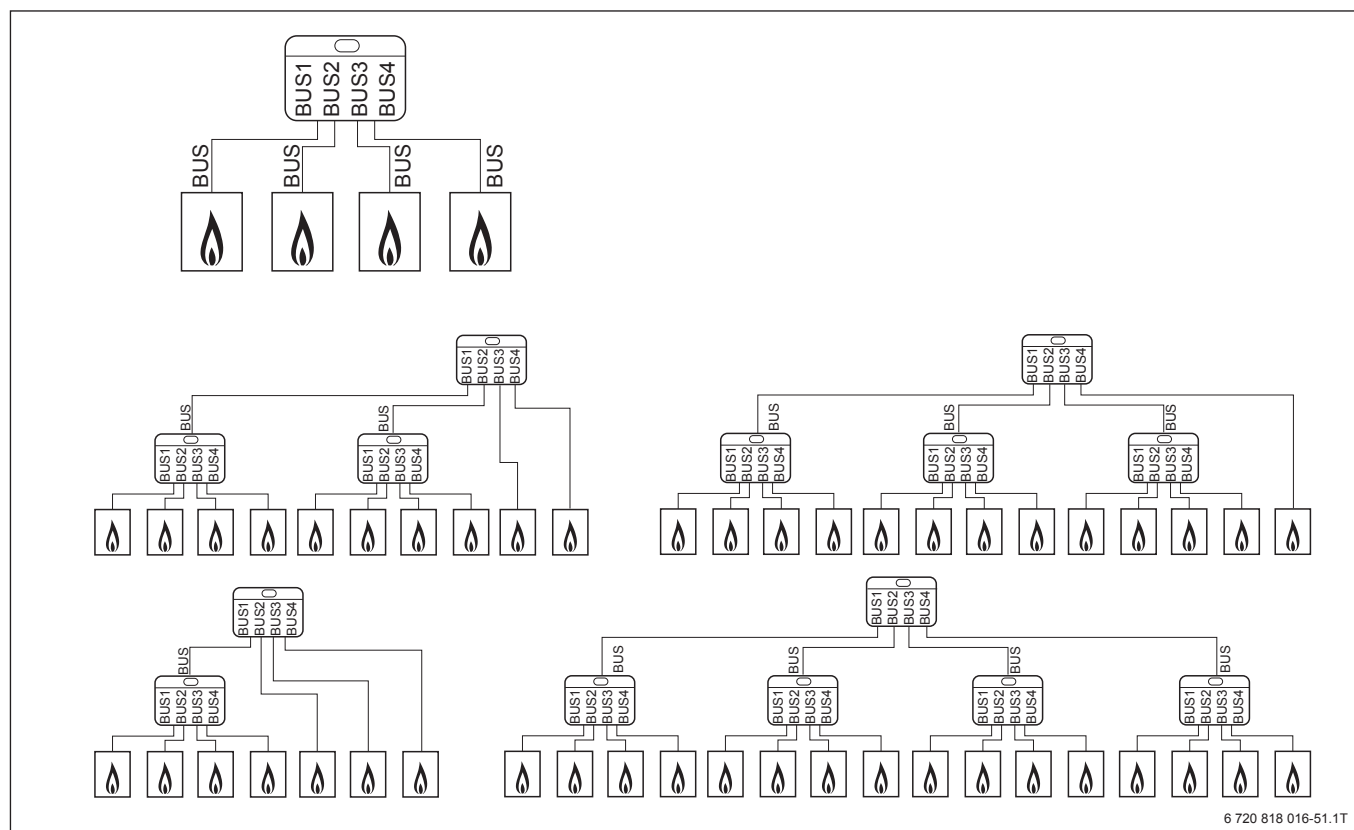

Bild 86 BUS-Aufbau für Kaskaden bis 16 Geräte
- Jeder EMS-Kessel (Klemme „BUS“ und „EMS“) wird einzeln mit dem Modul MC400 verbunden (MC400 Klemme „BUS1...4“) → Bild 86, Seite 112. Die anlagenseitigen Funktionsmodule und Fühler werden direkt am Modul MC400 installiert, nicht am Wärmeerzeuger → Bild 84, Seite 109.